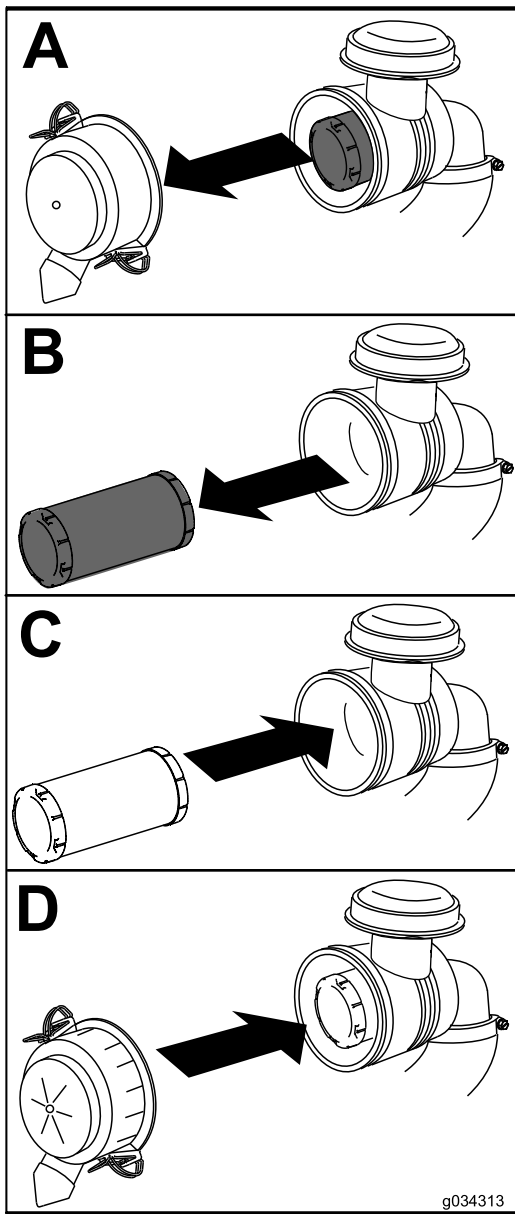

图 36
1. 将空气滤清器滤芯轻轻从空气滤清器壳体中滑出图 36。
4. 安装空气滤清器盖使所示一方上朝上并固定门锁图 36。